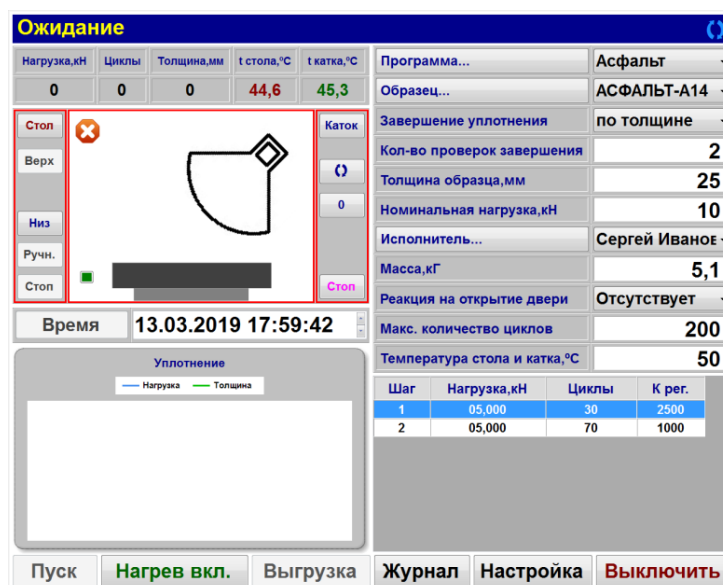

Рисунок 4 – Режим «Ожидание»
- 3.3.4 Затем установка переключится в режим ожидания (см. рисунок 4).